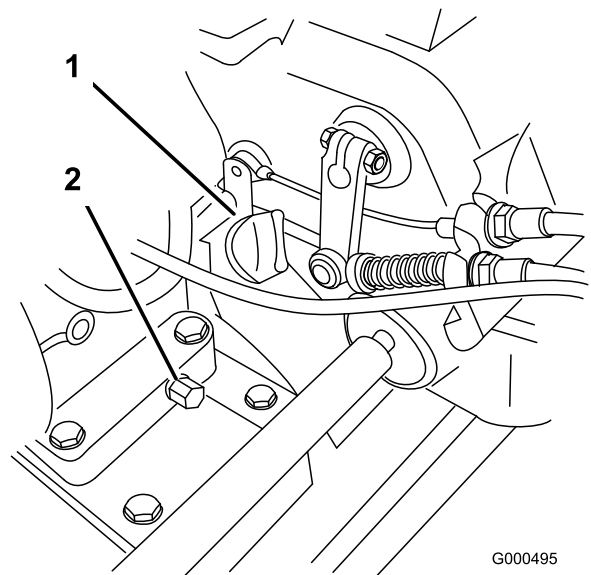

Figure 26
1. Enlevez les roues de transport (le cas échéant), positionnez le plateau de coupe pour que le moteur soit de niveau, et nettoyez la surface autour de la jauge (Figure 26).
2. Placez un bac de vidange sous le bouchon de vidange à l'arrière de la machine (Figure 26). Enlevez le bouchon de vidange.